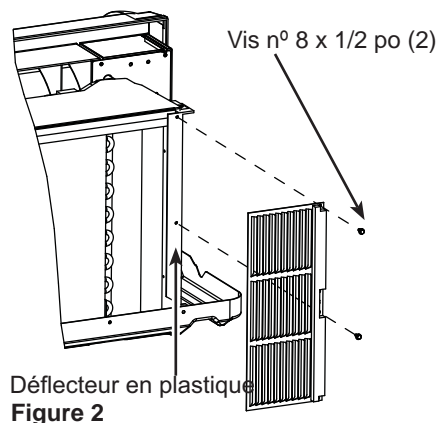

Figure 2
- Mount right hand grill as shown in **Figure 2** ensuring the foam gasket is facing away from the chassis. Install two (2) #8 x 1/2" self tapping screws in plastic shroud (right side of unit when looking at the back on unit) to secure.
- Assemblez la grille droite comme illustré dans la Figure 2 en vous assurant que le joint en mousse fait face au côté opposé au châssis. Installez deux (2) vis autotaraudeuse n° 8 x 1/2 po dans le déflecteur en plastique (côté droit lorsqu'on regarde depuis l'arrière de l'appareil) pour installer.